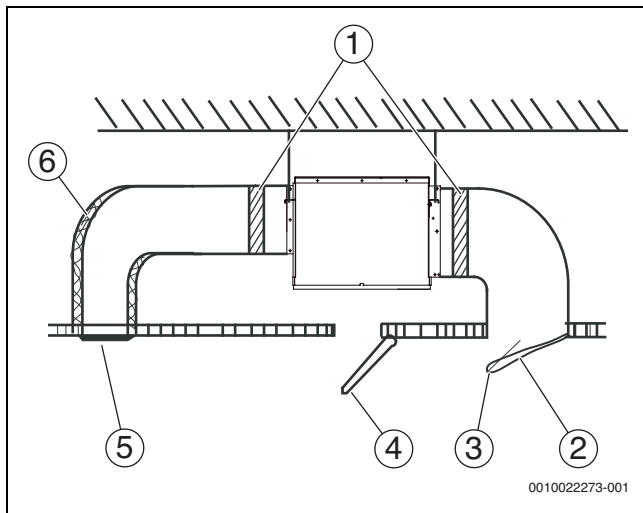
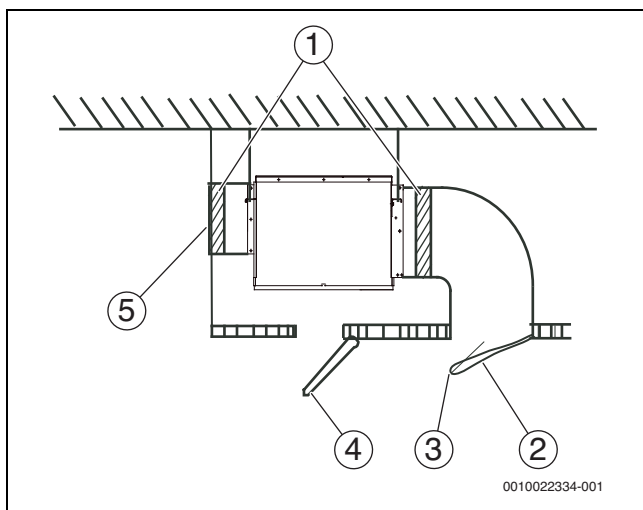

Bild 28 Geräteinstallation mit Berücksichtigung des statischen Drucks
Bild 29 Geräteinstallation ohne Berücksichtigung des statischen Drucks.
6. Luftleitung entsprechend Abb. 28 oder 29 anschließen. Bis auf das Klimagerät müssen alle Komponenten vor Ort angepasst werden.
Legende Abb. 28 und Abb. 29: